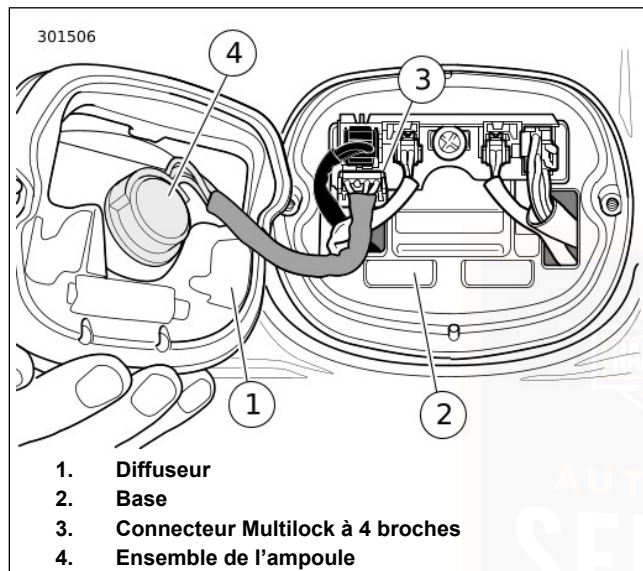

Figure 50. Ensemble du feu arrière : FLSTC/FLSTF
La Figure 50 montre le feu arrière pour les modèles FLSTC et FLSTF. Le feu arrière sur les FXST, FXSTC et FXSTB est identique, mais orienté à 180 degrés des autres modèles.
1. Voir la Figure 50. Retirer les deux vis et le diffuseur de la base.